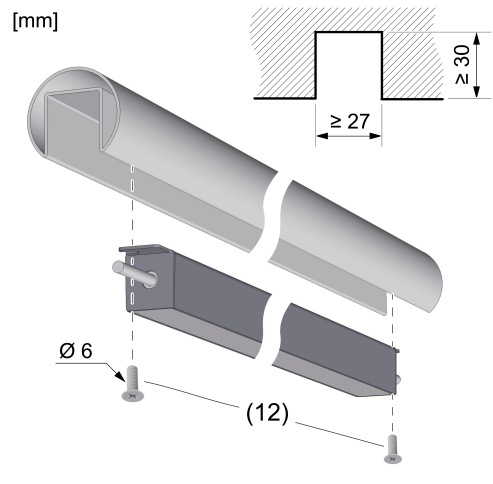

Bild 3: Leuchte montieren
- Im Montagegrund (z. B. Handlauf) eine Nut gemäß Zeichnung vorbereiten (Bild 3).
- LED-Leuchte mit Edelstahlschrauben (12) in der Nut befestigen (Bild 3).